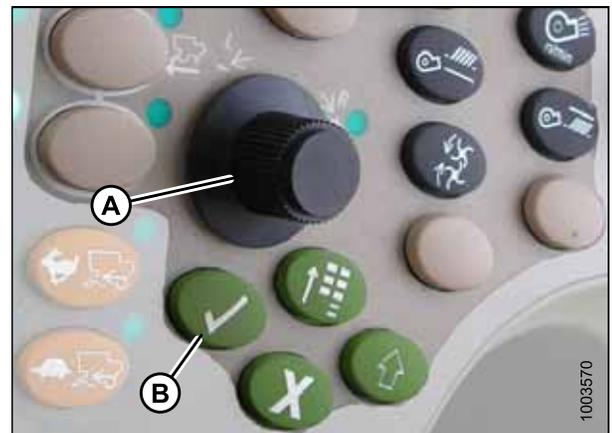

Abbildung 3.267: Bedienkonsole in John Deere-Mähdreschern
7. Mit dem Auswahldrehknopf im Listenfeld (A) nach unten blättern und den Eintrag HEADER (Schneidwerk) markieren. Die Auswahl mit der Häkchentaste bestätigen (Auswahldrehknopf und Taste sind in Abbildung 3.267, Seite 179) dargestellt.
8. Zum Symbol mit einem Pfeil in einem Diamanten (B) rechts unten auf dem Display schalten und die Auswahl mit der Häkchentaste bestätigen.